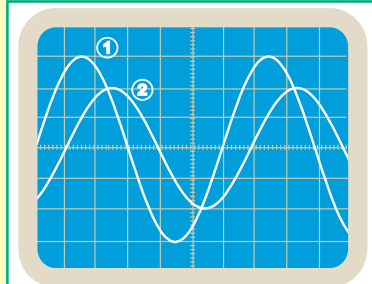

Fig.2
2°) Pour une valeur  $N_1$  de la fréquence  $N$  du GBF, on obtient les oscillogrammes (1) et (2) de la figure 2 avec les réglages suivants:
Du fait que le décalage horaire entre les oscillogrammes (1) et (2) de la figure 2 est constant, on affirme que  $u_{R_o}(t)$  évolue avec la même fréquence  $N_1$  de  $u(t)$ .
On a :  $u_{R_o}(t) = R_o \cdot i(t)$ , ce qui signifie :  $i(t) = \frac{u_{R_o}(t)}{R_o}$ . D'autre part, en s'appuyant sur la forme sinusoïdale de l'oscillogramme (2) de la figure 2, on écrit :  $u_{R_o}(t) = U_{Rom} \sin(2\pi N_1 t + \varphi)$ , où  $\varphi$  est sa phase initiale. Donc,  $i(t) = I_m \sin(2\pi N_1 t + \varphi)$ , avec  $I_m = \frac{U_{Rom}}{R_o}$ .
d - Soit  $\Delta\varphi = \varphi_i - \varphi_u$ , le déphasage entre  $i(t)$  et  $u(t)$  de phases initiales respectives  $\varphi_i$  et  $\varphi_u$ .  $\varphi_i$  étant égale à la phase initiale  $\varphi$  de  $u_{R_o}(t)$ , déterminer  $\Delta\varphi$  revient à déterminer graphiquement le décalage horaire  $\Delta t$  entre les oscillogrammes (2) et (1) de la figure 2 représentant respectivement  $u_{R_o}(t)$  et  $u(t)$ .